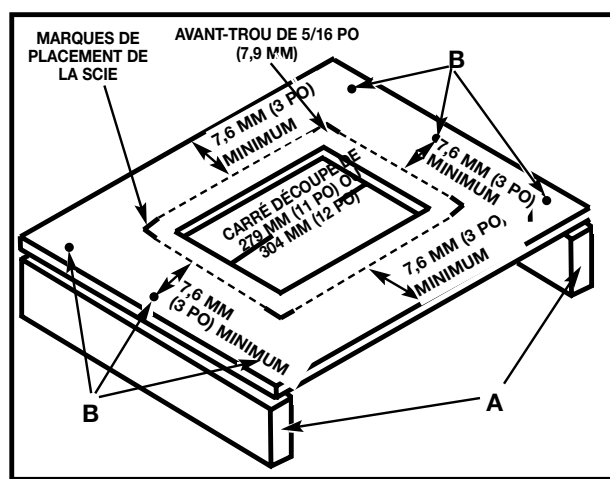

Fig. 4B
Il est également possible de construire un simple support élevé comme le montre la figure 4B.
Aligner la scie sur la surface de support et marquer l'emplacement pour percer quatre trous de 5/16 po (7,9 mm) (figure 4B).
Poser la scie à l'écart, puis percer des trous à l'emplacement de ces marques. Marquer l'emplacement d'un carré de 279 mm (11 po) ou 304 mm (12 po) de côté, au centre des quatre trous de montage. Découper et retirer le carré (fig. 4B). Pour élever la surface de
support, mesurer deux 2 x 4 (A), fig. 4B, selon la largeur de deux côtés opposés de la surface de support. Fixer la surface de support sur les arêtes étroites des 2 x 4 (comme indiqué à la fig. 4B) à l'aide de vis à bois (non fournies), à au moins trois endroits (B), fig. 4B, sur chaque côté. Fixer la scie sur la surface en insérant la quincaillerie adéquate (non fournie) dans les trous de montage pratiqués dans la scie et dans les trous précédemment percés. Pendant l'utilisation de la scie, retirer régulièrement la sciure qui s'est accumulée sous la scie.